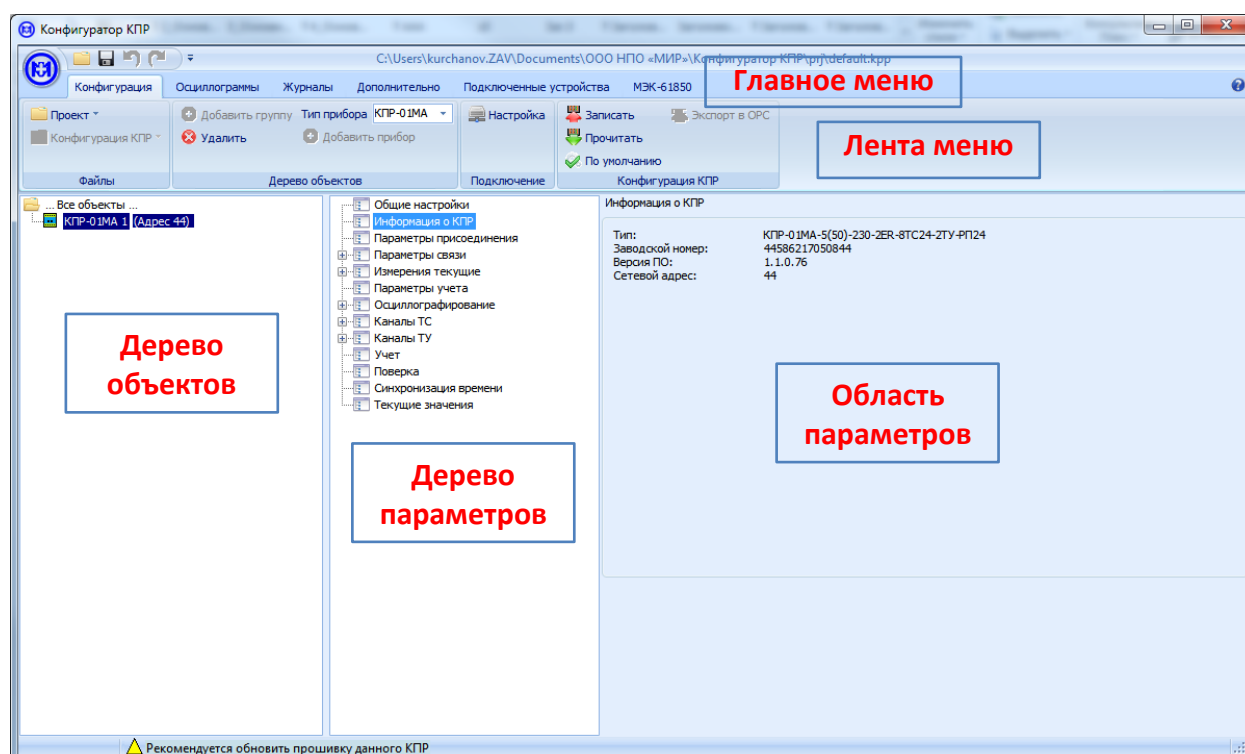

Рисунок 6.1 – Главное окно программы КОНФИГУРАТОР
- запустить программу КОНФИГУРАТОР. В дереве объектов выделить папку *Все объекты*. Выбрать пункт *Конфигурация – Дерево объектов – Тип прибора*, в выпадающем меню выбрать *КПП-01МА* и нажать кнопку *Добавить прибор* (рисунок 6.1);
Запустить программу КОНФИГУРАТОР. В дереве объектов выделить папку *Все объекты*. Выбрать пункт *Конфигурация – Дерево объектов – Тип прибора*, в выпадающем меню выбрать *КТП-01МА* и нажать кнопку *Добавить прибор* (рисунок 6.1).